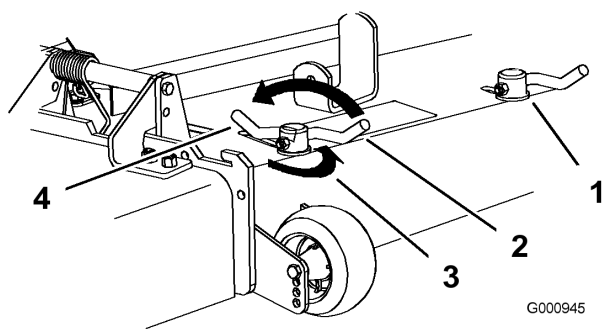

Figura 20
3. Para ajustar los bloqueos de leva, levante la palanca para aflojar el bloqueo de leva (Figura 20).
5. Devuelva la palanca a su posición original para apretar el deflector y los bloqueos de leva (Figura 20).